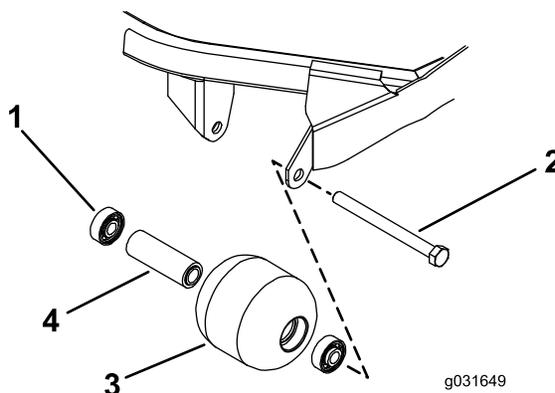

Рисунок 73
1. Снимите болт крепления валика (Рисунок 73).
4. Осмотрите корпус, подшипники и распорную втулку подшипника валика на наличие повреждений (**Рисунок 73**).
1. Нажимая только на наружное кольцо или с одинаковым усилием на внутреннее и наружное кольцо, запрессуйте первый подшипник в корпус валика (**Рисунок 73**).
2. Вставьте втулку подшипника (**Рисунок 73**).
3. Нажимая только на наружное кольцо или с одинаковым усилием на внутреннее и наружное кольцо, запрессуйте второй подшипник в корпус валика до его контакта с распорной втулкой (**Рисунок 73**).